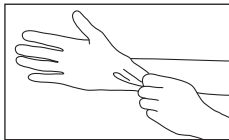

Fig. 6
- 1) Portez toujours des gants, un masque et des lunettes de protection pour des raisons de sécurité et pour réduire le risque d'infection. (Fig. 6)